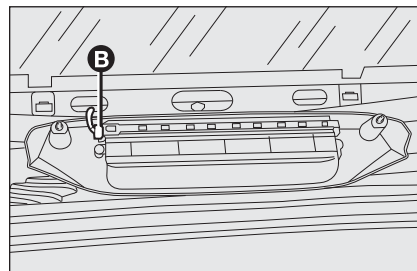

fig. 38
- ☐ desenchufe el conector **B-fig. 38** y saque el grupo óptico;